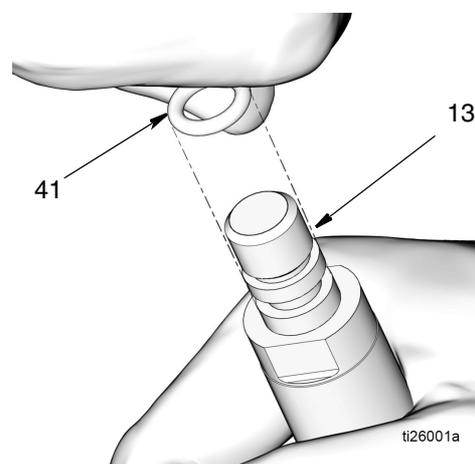

FIG. 23
- c. Saque la junta tórica (41) del vástago del pistón (13) (FIG. 23).